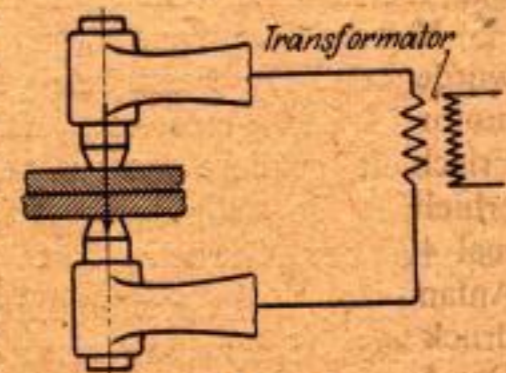

Abb. 1. Punktschweißung.
1. **Punktschweißung.** Hierbei erfolgt das Zusammenschweißen jeweils an einem Berührungspunkt. An derjenigen Stelle, die verschweißt werden soll, werden möglichst nahe zwei Elektroden (Stempel) angepreßt (Abb. 1). Der elektrische Strom wird durch die zwischen den Elektroden liegenden Teile des Arbeitstückes hindurchfließen und bei genügender Stärke besonders dort, wo der Stromübergang von einem Arbeitstück zum andern erfolgt, eine starke Erhitzung hervorrufen und die Arbeitstücke an dieser Stelle verschweißen.